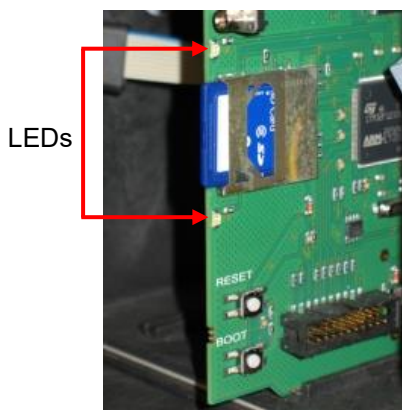

Abbildung 29
8. Der Testomat® startet neu und führt das Update durch. In diesem Modus werden keine Textausgaben gemacht, sondern der Status wird über die LEDs der SD-Karte (siehe Abbildung 29) sowie die LEDs auf der Steuerplatine (siehe Abbildung 31 auf Seite 67) angezeigt. Der Programmierfortschritt wird als Balken mit 5 LEDs auf der Steuerplatine angezeigt: Zuerst blinkt nur LED1 (nahe dem Steckverbinder zur Grundplatine) einmal alle 2 Sekunden, später leuchtet sie dauerhaft, und die nächste LED fängt an zu blinken. Der Vorgang wiederholt sich so lange, bis alle LEDs permanent leuchten. Das Firmware-Update ist damit abgeschlossen. Der Testomat® wird automatisch mit der neuen Betriebssoftware gestartet. Das komplette Firmware-Update dauert ca. 70 Sekunden.
* Position der LEDs siehe Abbildung 29 der Steuerplatine.